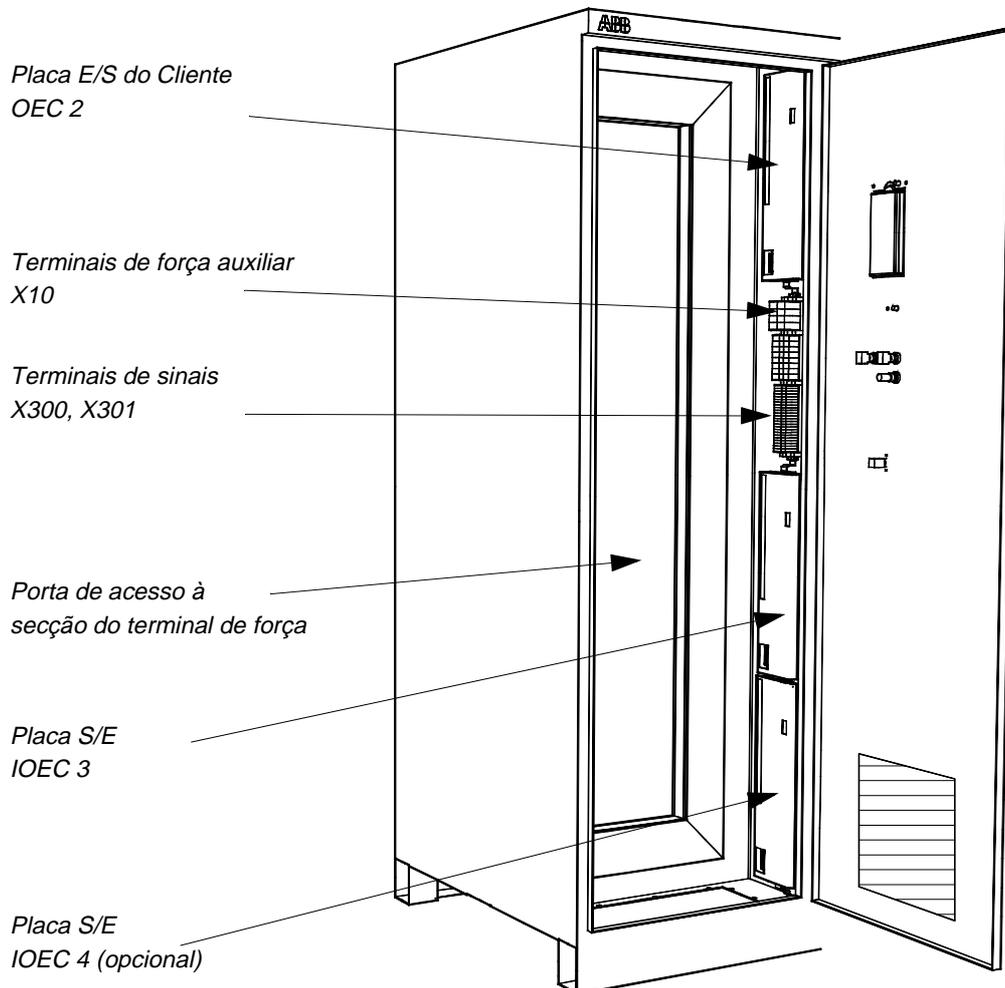

Figura 6-18 Secção de controlo
- 20 Conecte os cabos aos terminais X300, X301 e às chapas IOEC. Elas estão localizadas no lado direito do quadro de oscilação (veja Figura 6-18). Veja também Apêndice F - Diagramas dos Fios.